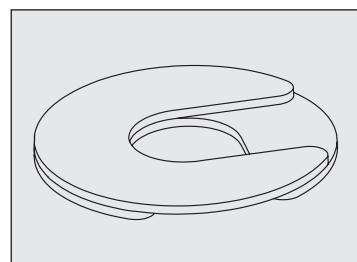

Рис. 10. При установке нескольких прокладок следить, чтобы их пазы были смешены относительно друг друга.
- Если используется более одной прокладки, прорези прокладок должны быть смешены относительно друг друга. См. рис. 10.